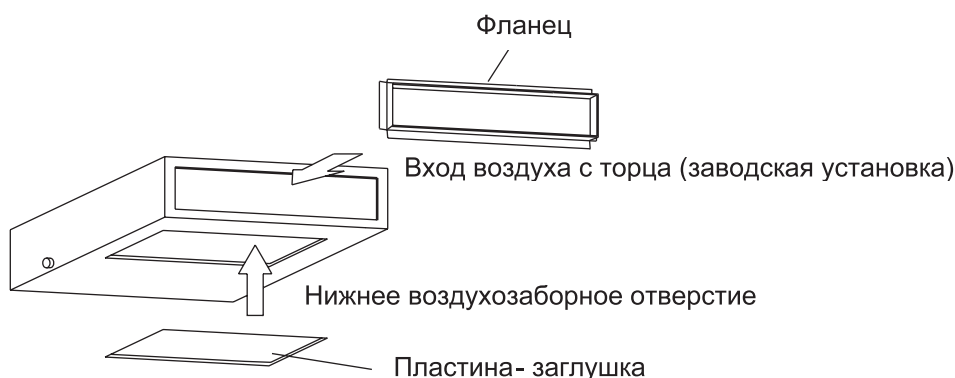

Рис. 10.31 — Установка фланца снизу блока
10.5.8 Порядок установки всасывающей трубы воздуховода снизу (рис. 10.31)